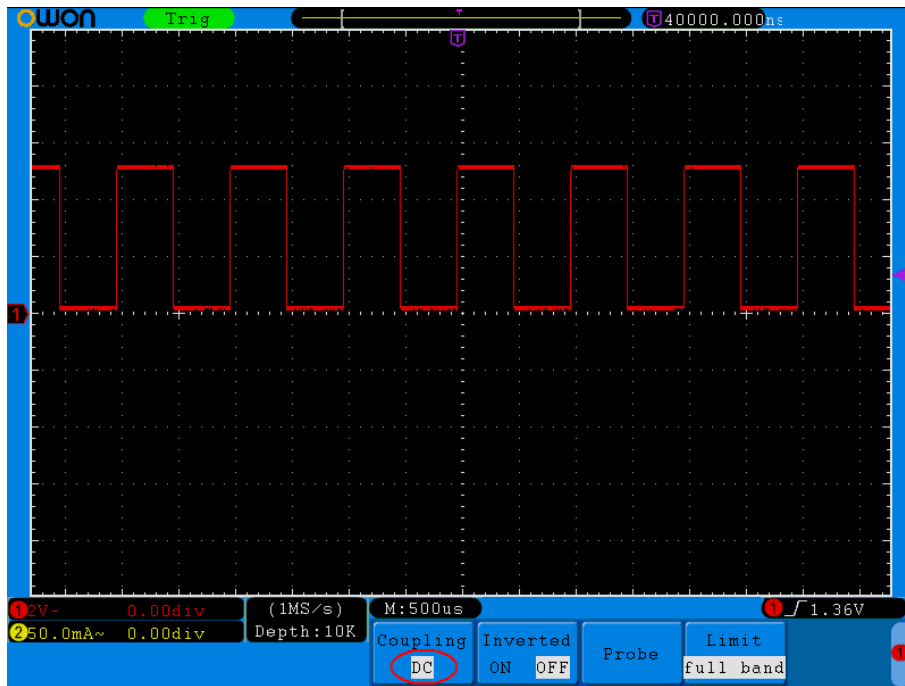

Figure 5-2 Oscillogramme couplage DC
- (1) Appuyer sur le bouton **MENU CH1** pour afficher le menu CH1 SETUP.
- (2) Appuyer sur le bouton **H1**, le menu de couplage s'affichera à l'écran.
- (3) Appuyer sur le bouton **F1** pour sélectionner l'élément couplage en "**DC**". Les deux composantes DC et AC du signal sont passées. Les ondulations sont indiquées comme dans la *Figure 5-2*.